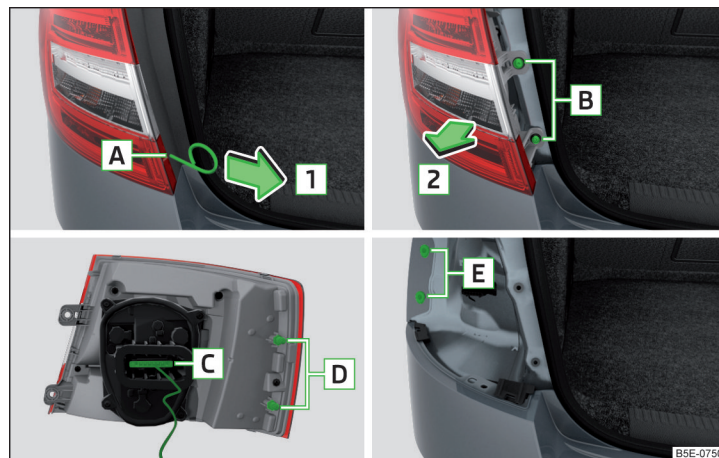

Fig. 362 Démontez la lampe
- Insérer l'étrier dans l'orifice **A**¹⁾ pour retirer les enjoliveurs intégraux de roue » fig. 362.
- Insérer l'ampoule avec les tourillons **D** dans les orifices **E** » fig. 362 de la carrosserie.